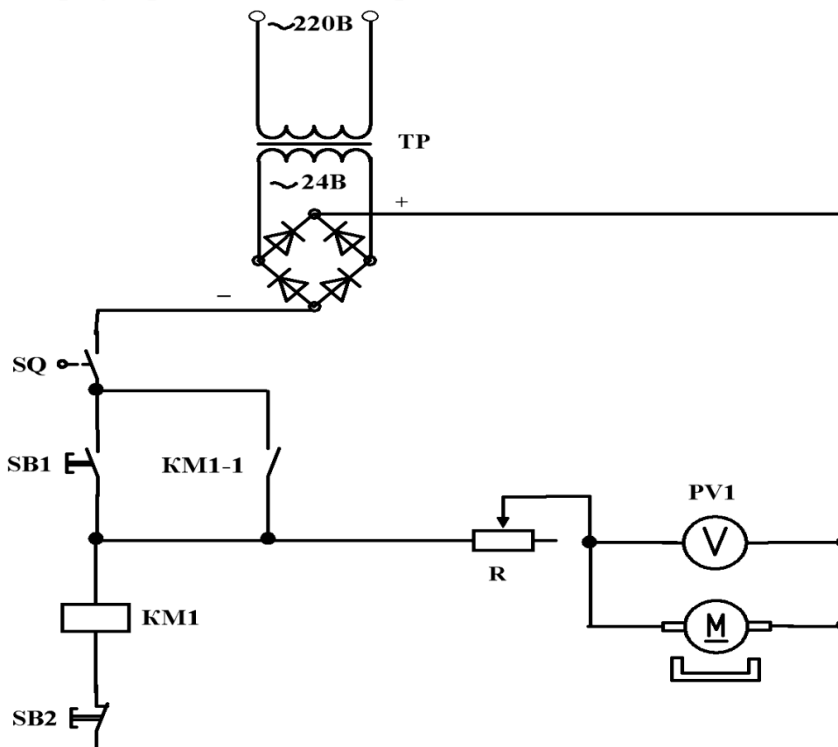

Рис.1.
1. Собрать на стенде схему Рис.1